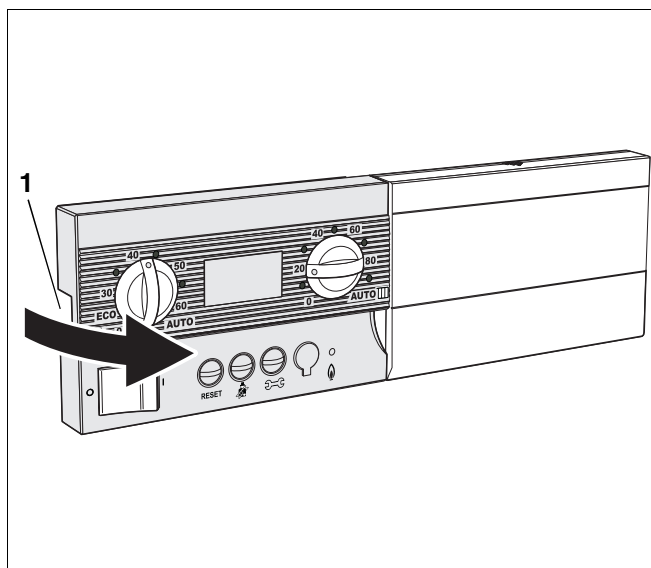

Abb. 3 Bedienmodul BM 10 demontieren
- Entriegelungslasche (Abb. 3, **Pos. 1**) am Bedienmodul BM 10 drücken.